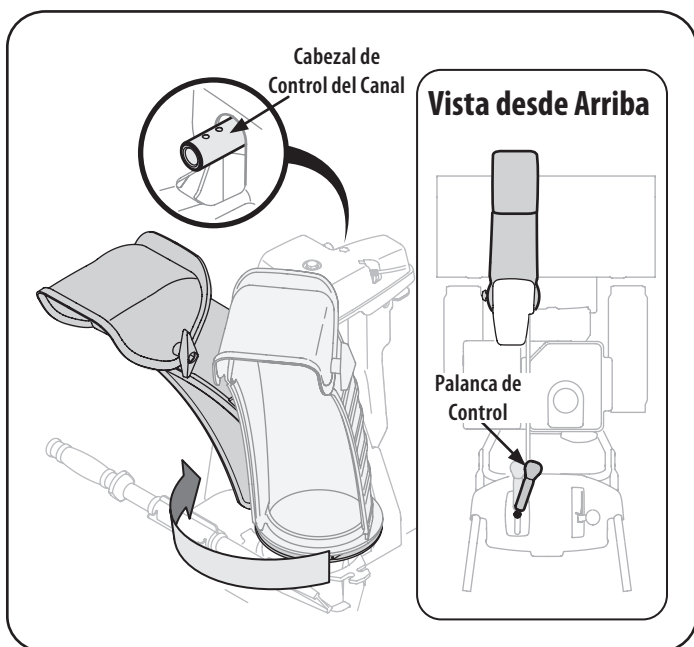

Figura 6
5. Apriete el disparador en la palanca de control y gire el canal manualmente para que mire hacia delante. Los orificios en el cabezal de control del canal estarán mirando hacia arriba. Vea la Figura 6.
NOTA: La palanca de control girará ligeramente hacia la derecha. Vea la Figura 6 & la Figura 7.